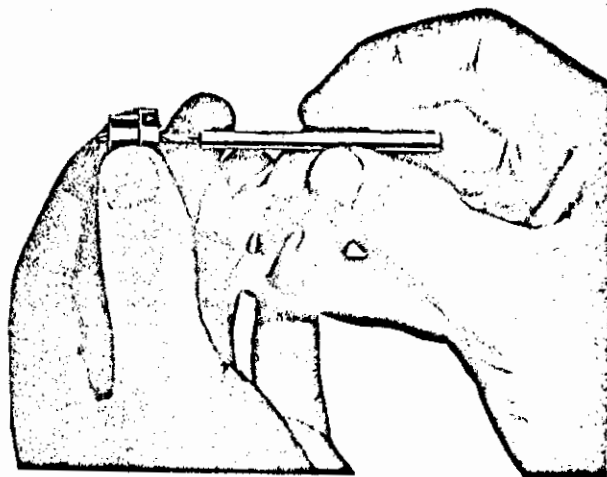

Fig. 12 – Escariando la boquilla de rociado
- b. Escáriese el interior de la boquilla con el escariador magnético No. 8194041 como se ve en la Fig. 12.